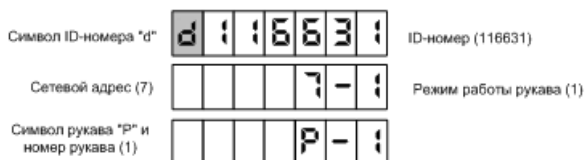

Рисунок 9
7.7 По команде СУ на табло могут отображаться сетевой адрес, режим работы и ID-номер рукава (рисунок 9). При снятии/установке любого раздаточного крана на табло выводится информация для следующего по счету рукава. По достижению последнего рукава вновь отображается информация по первому рукаву.